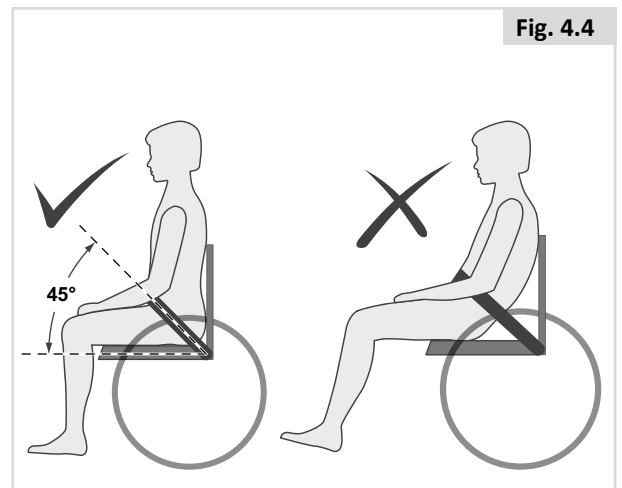

Fig. 4.4
- Hoftebeltet skal festes slik at beltet ligger i en vinkel på ca. 45 ° (Fig. 4.4), og justeres slik at personen ikke kan skli ned i setet.